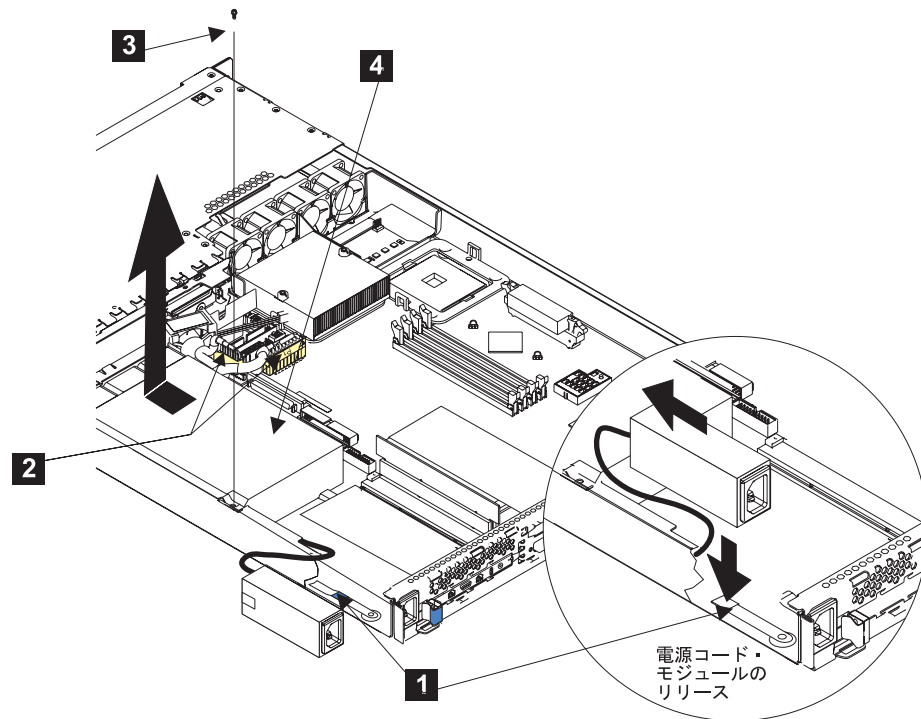

図 183. SAN ボリューム・コントローラー 2145-4F2 電源機構の取り外し
5. 電源ケーブル・モジュールの前部のクリップ **1** を押し下げて、599 ページの図 183に示すように、SAN ボリューム・コントローラー 2145-4F2 の側面にあるスロットから位置合わせタブが解放されるまで、モジュールを SAN ボリューム・コントローラー 2145-4F2 の前面方向へスライドさせます。